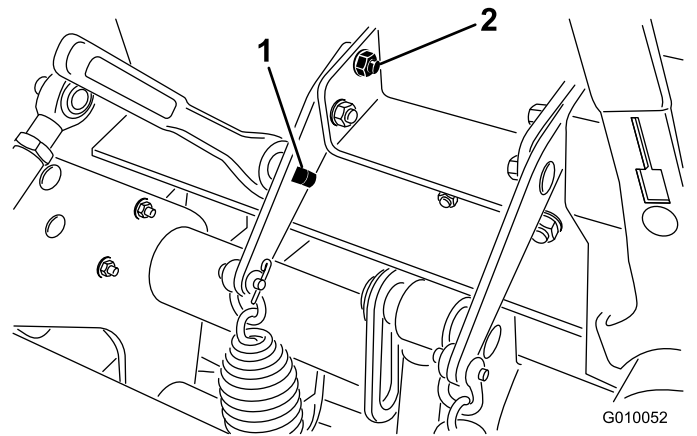

図 30
3. スプリングプレートの四角い穴に 1/2" のラチェットまたはバールを差し込む 図 30。